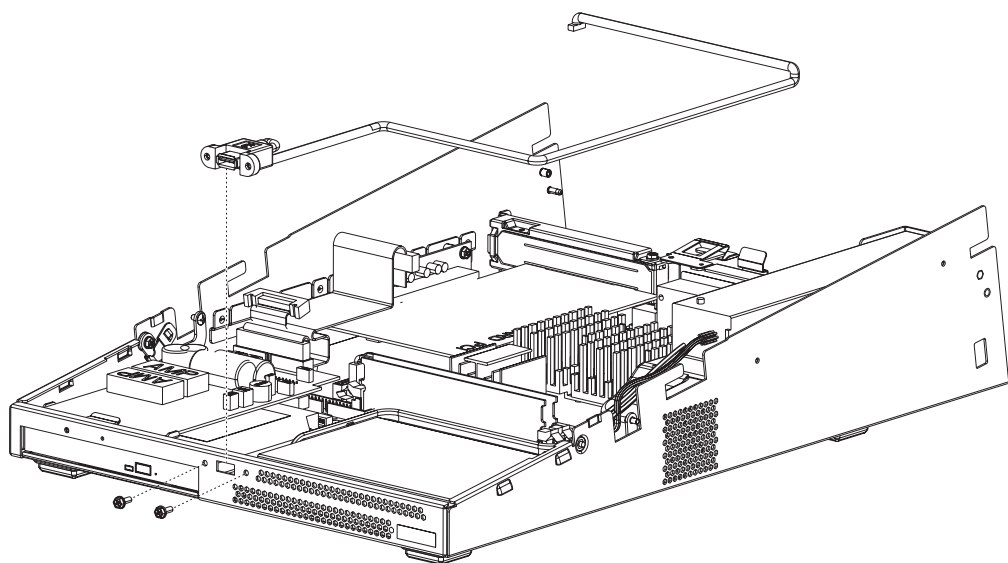

图 25. 卸下前端的 USB 端口
6. 如图 25 中所示，从将 USB 电缆连接回它在系统板上的连接的电缆接口卸下电缆。